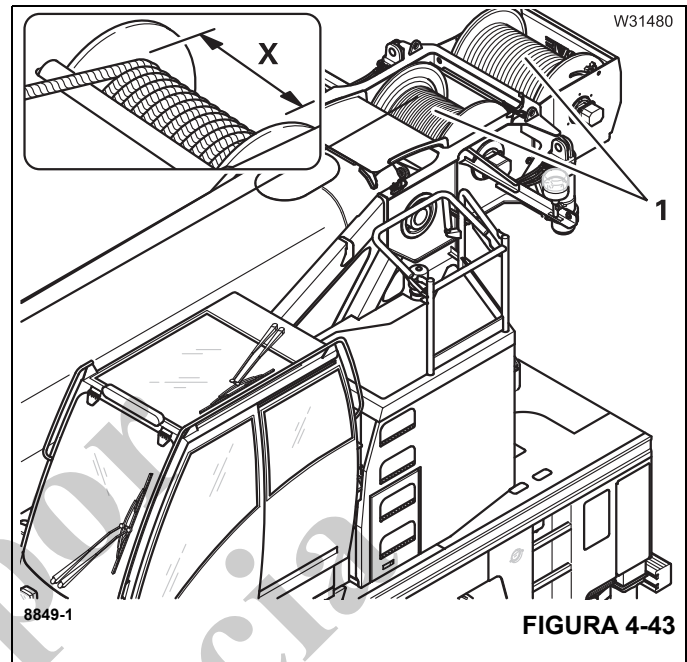

FIGURA 4-43
- Cuando sea posible, revise el largo total del enrollado de los cables (1), (Figura 4-43).